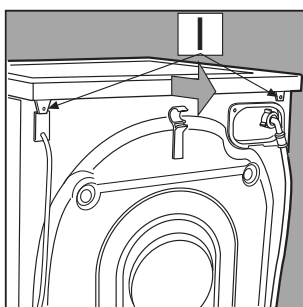

Abb. 3
2. Nehmen Sie den Deckel ab. Schrauben Sie hierzu die beiden Schrauben I aus, und ziehen Sie den Deckel nach vorne hin ab. [Abb. 3]